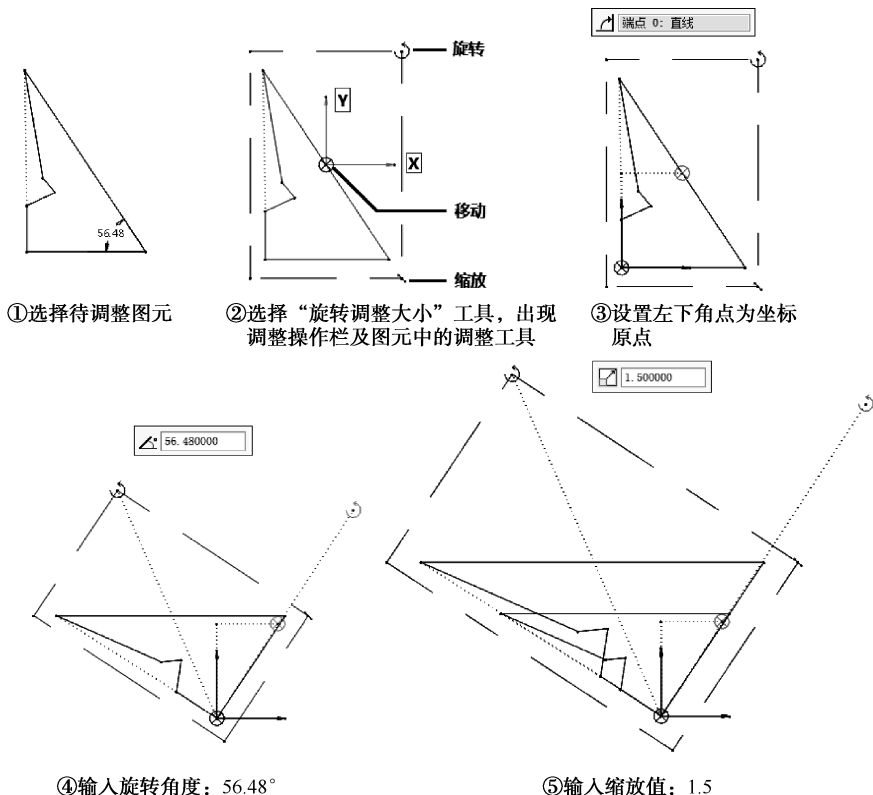

图 2-23 旋转调整大小工具使用方法
以图 2-23 的图形为例说明图元的调整方法,步骤如下:
① 首先用鼠标左键单击选择待调整图形,激活  旋转调整大小。
② 选择  旋转调整大小工具,出现调整操作栏及图元中的调整工具。可以在操作栏中输入具体数值进行调整,也可以直接在图元上进行调整。图元上的调整工具包括旋转、移动和缩放,用鼠标左键按住相应的调整工具,拖动鼠标至要调整的位置,即可进行调整。
③ 重新选择坐标原点。在调整工具栏中,在“选取图元的参考原点”下单击鼠标左键添加新原点,选择图形的左下角点为坐标原点,如图 2-23 所示。
④ 旋转图形。输入旋转角度为 56.48° ,这样三角形的斜边就变成了水平线。要注意的是,输入的角度为正时,图形是逆时针旋转的;输入的角度为负时,图形是顺时针旋转的。
⑤ 缩放图形。输入缩放值为 1.5,将图形放大 1.5 倍,完成图形的操作。